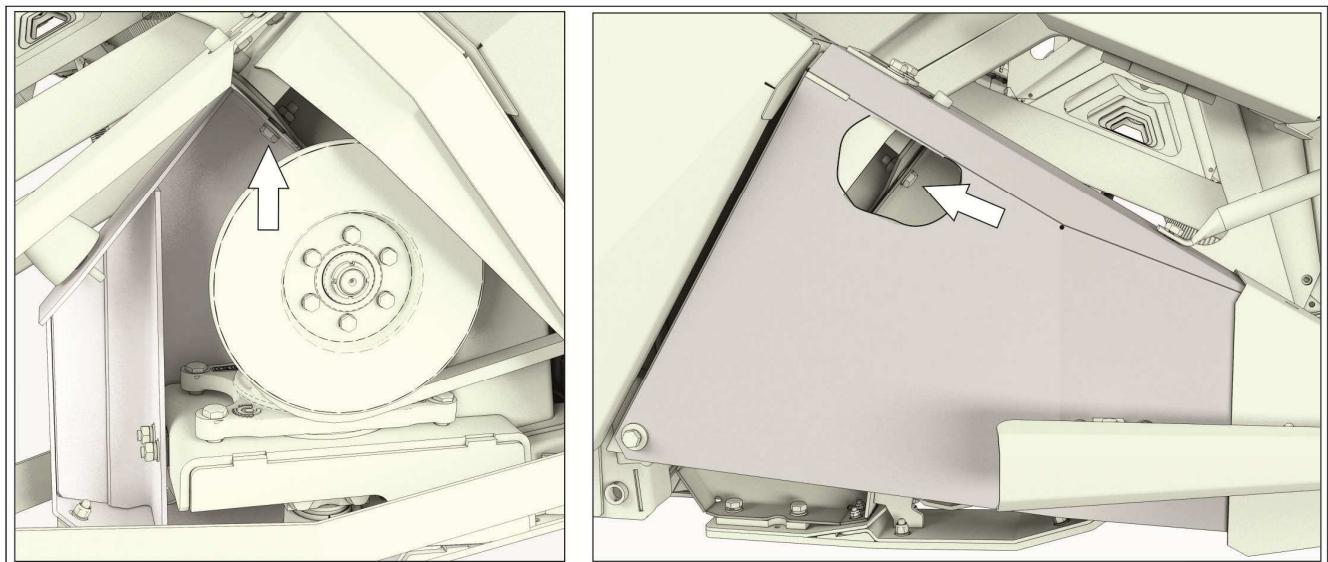

Рисунок 6.9 – Переоборудование жатки
2) Открепить болтотрепеж крепления подвижных боковин режущего аппарата к каркасу с обеих сторон жатки (рисунок 6.9);
- 2) зафиксировать рычаги и подвижные боковины режущего аппарата на каркасе жатки болтокрепежом (рисунок 6.9). При этом режущий аппарат примет положение, показанное на рисунке 6.14;